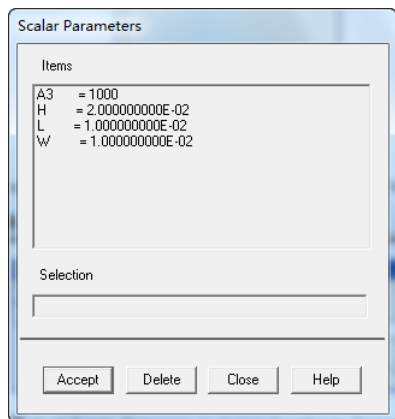

图 10-15 “Scalar Parameters”对话框
⑨定义参数的初始值：Utility Menu > Parameters > Scalar Parameters 命令，弹出如图 10-15 所示的“Scalar Parameters”对话框，在“Selection”文本框中输入 L=10E-3，单击“Accept”按钮；W=10E-3，单击“Accept”按钮；h=20E-3，单击“Accept”按钮；A3=1000，单击“Accept”按钮，参数将在菜单中显示。然后单击图 10-15 的“Close”按钮关闭对话框。